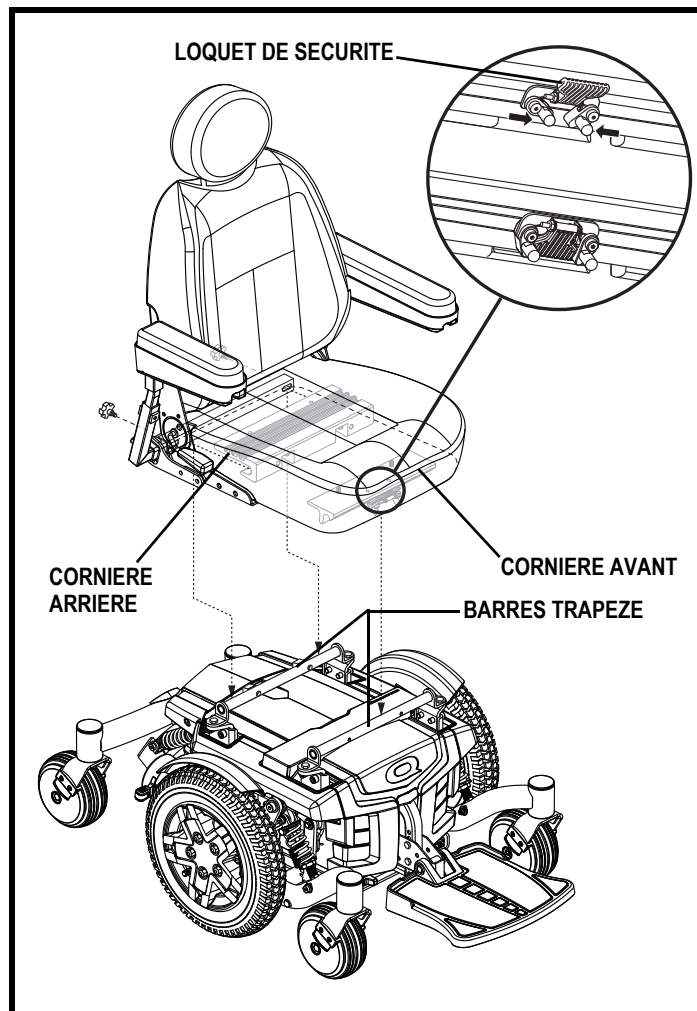

Figure 7. Système de montage universel et siège Contour
Il se peut que vous ayez à installer le siège avant la première utilisation ou après avoir transporté votre fauteuil motorisé. La plupart des sièges sont fixés à la base à l'aide du «Système de Montage Universel» (SMU). Le système de montage universel (SMU) est composé de pièces compatibles au siège sans égard à la largeur ou à la profondeur du siège. Les composantes principales sont deux cornières en aluminium montées sous le siège. Celles-ci se fixent sur la paire de barres trapèze fixées sur la base motorisée. **Voir la figure 7.**
1. Inclinez le siège vers l'arrière et glissez la cornière arrière sur la barre trapèze arrière. **Voir la figure 7.**
4. Basculez le loquet du siège vers le haut. **Voir la figure 7.**